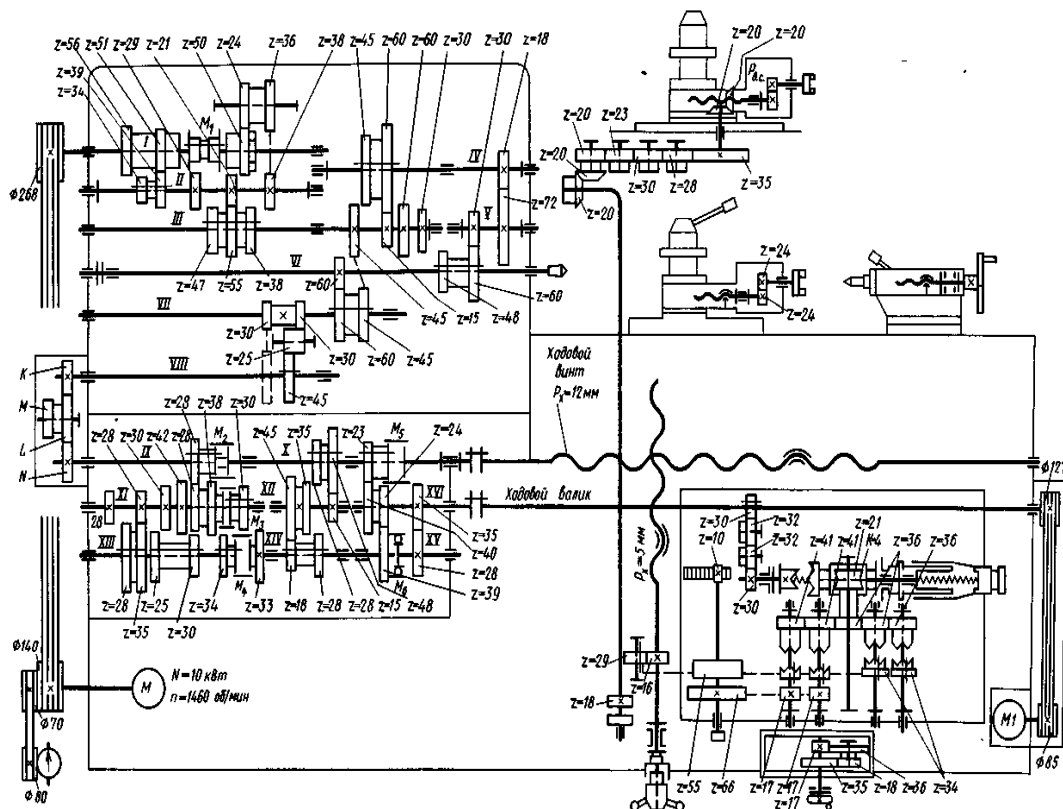

Рисунок 3 - Кинематическая схема станка мод. 16К20, где: РВ.С. — шаг ходового винта верхнего суппорта; S В.С.— подача верхнего суппорта, мм/об.
5. На кинематической схеме ( рис.3) показать цепи: - главного движения, продольной и поперечной подач, винторезную цепь, подачи верхнего суппорта.